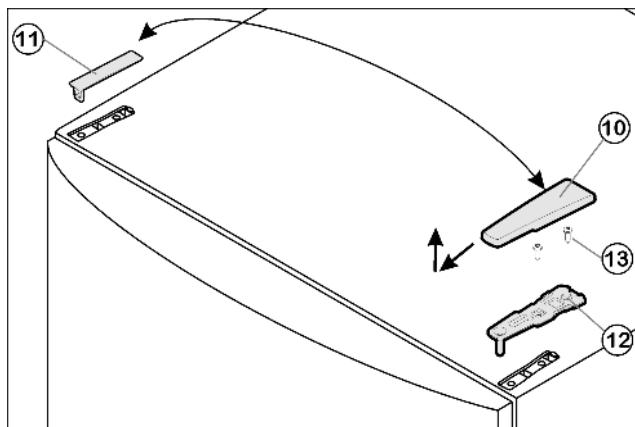

Fig. 4
- ▶ Потяните крышку Fig. 4 (10) вперед и вверх.
- ▶ Снимите крышку Fig. 4 (11).
- ▶ Открутите верхний опорный кронштейн Fig. 4 (12)(2 шт. Torx® 25) Fig. 4 (13) и вытяните вверх.
- ▶ Установите верхний опорный кронштейн Fig. 4 (12) на новой стороне шарнира и защелкните в дверце.
- ▶ Прикрутите верхний опорный кронштейн Fig. 4 (12)(с **моментом 4 Нм**)(2 шт. Torx® 25) Fig. 4 (13). При необходимости проделайте отверстия или используйте аккумуляторную отвертку.
- ▶ Защёлкните крышку Fig. 4 (10) и крышку Fig. 4 (11) на противоположной стороне.